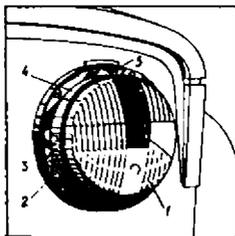
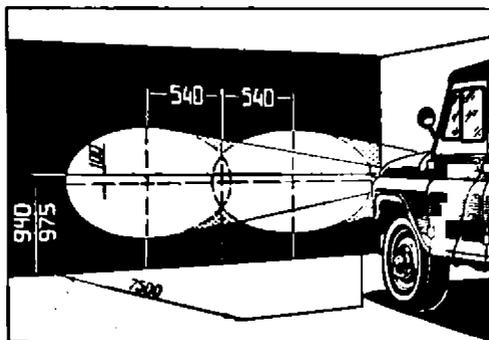

Рис. 121. Фара:
Рис. 122. Разметка экрана для регулировки фар
3. Включить «дальний» свет и, закрыв одну из фар, установить другую регулировочными винтами 3 и 5 (см. рис. 121) так, чтобы световое пятно на стене или экране было расположено, как показано на рис. 122.